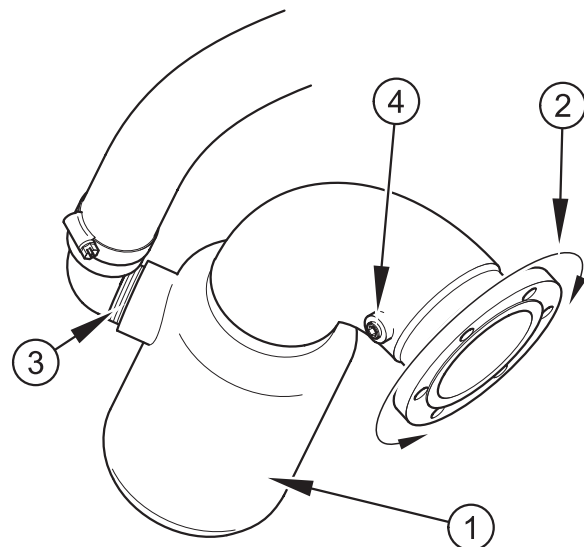

Figure 21
La Figure 21 montre un coude d'échappement type (1) avec injection d'eau (3). Le coude peut être orienté (2) de façon à obtenir la position optimale.